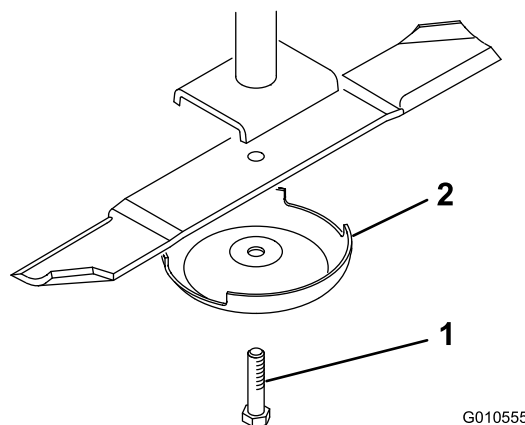

Figura 27
2. Sujete el extremo de la cuchilla usando un paño o un guante grueso. Retire del eje de la cuchilla el perno de la cuchilla, el protector de césped y la cuchilla (Figura 27).